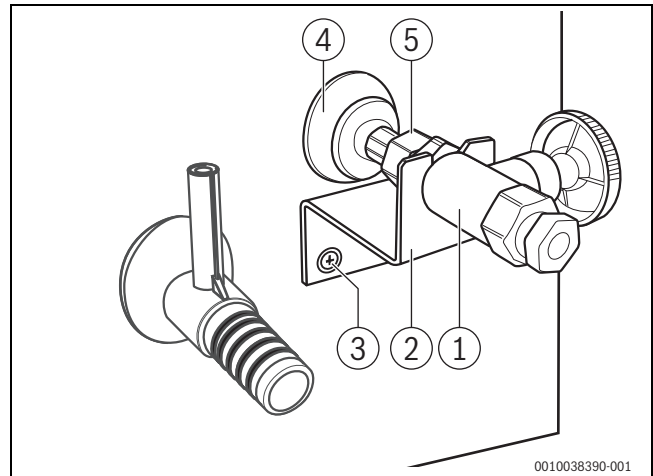

Bild 9 Öl-Absperrventil, Kesselrückseite
- ▶ Geeignetes Öl-Auffanggefäß unter dem Öl-Absperrventil (→Bild 9, [1]) auf der Kesselrückseite positionieren und Ölschlauch [5] vom Absperrventil abschrauben.